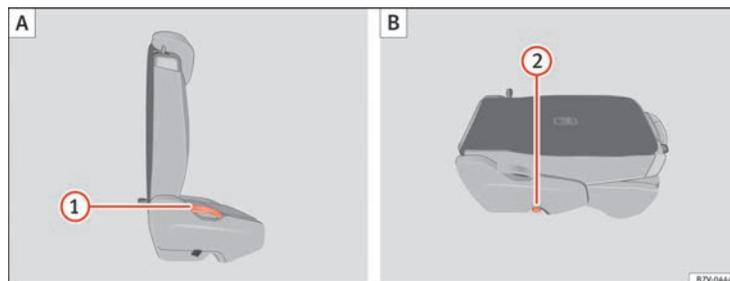
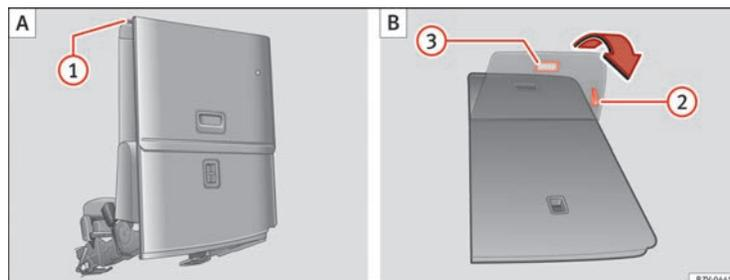

Fig. 89 Seconde rangée de sièges : rabattez le siège arrière (A), siège arrière comme plancher de chargement (B).
Fig. 90 Troisième rangée de sièges : rabattez le siège arrière pour procéder au chargement (A) puis le replacer (B).
- Retirez les objets du plancher devant et derrière le siège arrière ⇒ ①.
- Tirez le levier ⇒ fig. 89 ① vers le haut et rabattez le dossier entièrement vers l'avant. La banquette complète se rabat vers l'avant ⇒ ⚠.
- Baissez le dossier rabattu vers l'avant jusqu'à ce qu'il soit encastré en position de plancher de chargement ②.
- Si nécessaire, tirez sur le levier ⇒ fig. 90 ② pour déplacer la banquette vers la position souhaitée.
- Tirez le levier ⇒ fig. 89 ① vers le haut et redressez entièrement le dossier. L'ensemble du siège se déplie vers l'arrière.
- Tirez sur la poignée ⇒ fig. 90 ② pour remettre la plage du siège.
- Tirez sur la manette ③. L'ensemble du siège se déplie vers l'arrière.